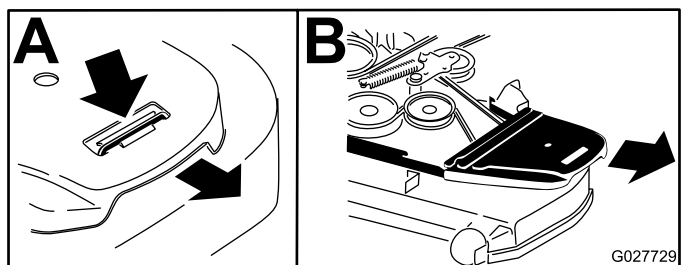

Figura 97
5. Retire la cubierta de plástico de la correa (Figura 97).
4. Retire las cubiertas de la correa (Figura 97).